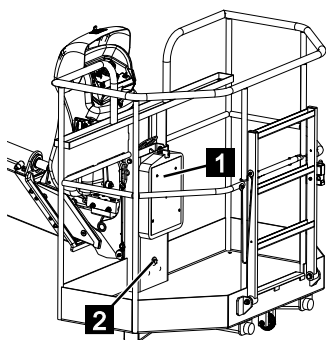

Abb. 92
6. Den mitgelieferten Einmaulschlüssel aus der Dokumentenbox oder der Hydraulikeinheit (Abb.92/1) entnehmen.
7. Die Befestigungsschraube (Abb.92/2) mit dem Einmaulschlüssel im Uhrzeigersinn einschrauben. (Anziehdrehmoment ca. 20Nm)